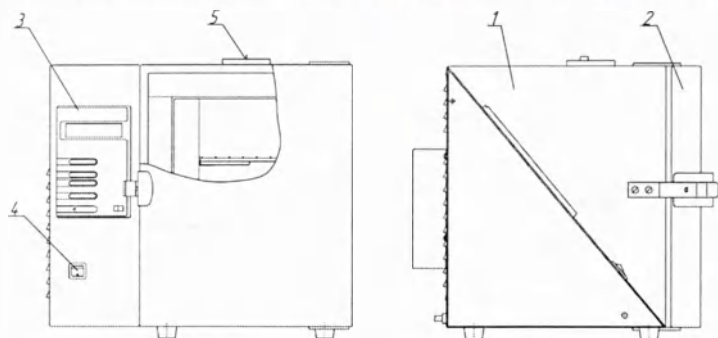
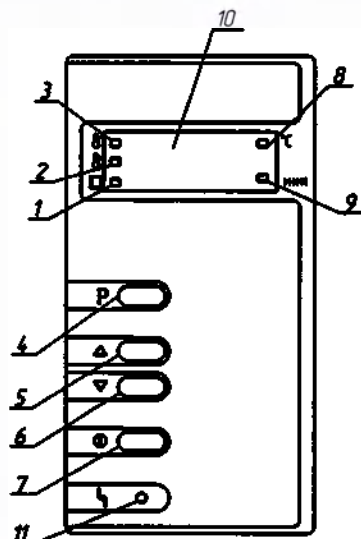

Рисунок 1. Общий вид.
Рисунок 2. Блок управления.
1.4.1 Общий вид стерилизаторов представлен на рис. 1 и 2.
Установить выключатель (поз. 4, рис. 1) в положение "I". На блоке управления загорится индикатор (поз. 8, рис. 2), информационное табло (поз. 10, рис. 2) отображает текущую температуру в стерилизационной камере.
Для выбора режима стерилизации нажать на кнопку "P" (поз. 4, рис. 2) и выбрать нужный, путем нажатия на одну из кнопок "Δ", "▽" (поз. 5, 6, рис. 2).
Для запуска выбранного режима кратковременно (не более 2 сек) нажать на кнопку "1" (поз. 7, рис. 2). Стерилизатор перейдет в фазу «НАГРЕВ», начнет мигать индикатор "НАГРЕВ"/"ВЫДЕРЖКА" (поз. 3, рис. 2). Информационное табло индицирует изменение температуры в камере. Происходит нагрев до установленного значения температуры.
В фазе «ОХЛАЖДЕНИЕ» индикатор продолжает показывать изменение температуры в камере и горит индикатор "ОХЛАЖДЕНИЕ" (поз. 2, рис. 2). Температура в камере падает. При понижении температуры до 75 °C гаснет индикатор "ОХЛАЖДЕНИЕ", загорается индикатор "ВЫГРУЗКА" (поз. 1, рис. 2) и звучит прерывистый звуковой сигнал, который выключается через 1 минуту. Для отключения звукового сигнала, необходимо удерживать кнопку "P" не менее 3-х секунд.
2.3.2 Установить выключатель (поз. 4, рис. 1) в положение "I". На блоке управления загорится индикатор (поз. 8, рис. 2), информационное табло (поз.10, рис. 2) показывает текущую температуру в стерилизационной камере.
2.3.3 В алгоритм работы стерилизаторов, заложена возможность автоматического запуска прерванного (в результате кратковременного пропадания питающего напряжения) цикла. Если после включения произошел автоматический запуск цикла, то для его остановки необходимо нажать на кнопку "1" (поз. 7, рис. 2) и удерживать ее в течение 3 секунд.
2.3.4 Для выбора режима стерилизации необходимо нажать на кнопку "Р" (поз. 4, рис. 2), (на информационном табло попеременно отображаются установленная температура и время выдержки) и выбрать требуемый, путем нажатия на одну из кнопок "Δ" или "▽" (поз. 5, 6, рис. 2). Для выбора доступны четыре предустановленных заводом-изготовителем режима работы, соответствующие требованиям ГОСТ 22649-83 (таблица 3). Запуск цикла осуществляется коротким (не более 2 сек) нажатием кнопки "1".
После перехода в состояние редактирования режима начнет мигать индикатор температуры (поз. 8, рис. 2). Кнопками «Δ» и «∇» установите нужное значение температуры.
После установки требуемой температуры, для перехода в задание времени выдержки, необходимо удерживать нажатой кнопку «Р» в течении 3-х секунд. Начнет мигать индикатор времени (поз. 9, рис. 2). Кнопками «Δ» и «∇» установите нужное значение времени выдержки.
2.3.8 При достижении заданной температуры стерилизатор переходит в фазу «ВЫДЕРЖКА». Включается светодиодный индикатор " ВЫДЕРЖКА " (поз. 3, рис. 2), информационное табло попеременно индицирует время выдержки и текущую температуру в камере. Происходит выдержка при заданной температуре, по истечении которой стерилизатор переходит в фазу «ОХЛАЖДЕНИЕ».
2.3.9 В фазе «ОХЛАЖДЕНИЕ» индикатор продолжает показывать изменение температуры в камере и горит индикатор "ОХЛАЖДЕНИЕ" (поз. 2, рис. 2). Температура в камере падает.
2.3.10 При понижении температуры до 75 °С гаснет индикатор "ОХЛАЖДЕНИЕ", загорается индикатор "ВЫГРУЗКА" (поз. 1, рис. 2) и звучит прерывистый звуковой сигнал (в течении 1 минуты), после чего можно открыть дверь и произвести выгрузку.
2.3.11 По окончании работы установить сетевой выключатель в положение "О" (поз. 4, рис. 1).